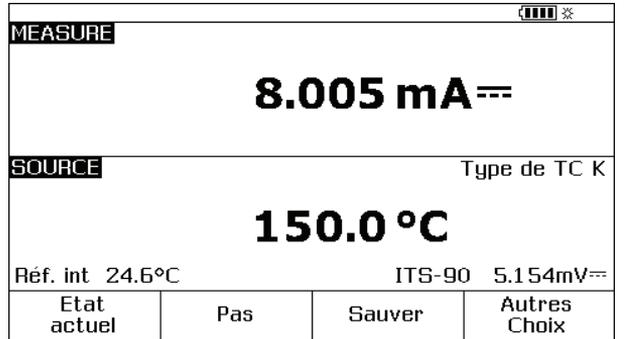

Figure 28. Écran d'étalonnage de l'instrument de procédé
9. Appuyez sur  pour passer en mode MEASURE/SOURCE. L'écran change et devient comme l'illustre la Figure 28.